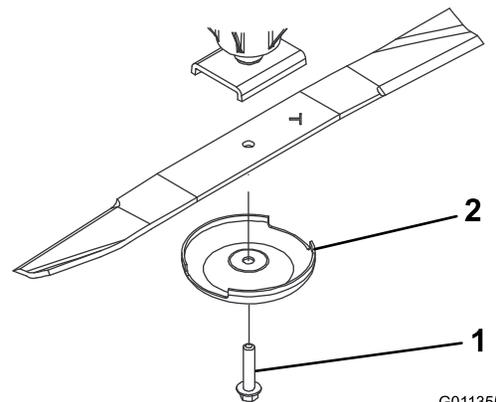

図 76
3. スピンドルのシャフトからブレードボルト、芝削り防止カップ、ブレードを取り外す **図 76**。